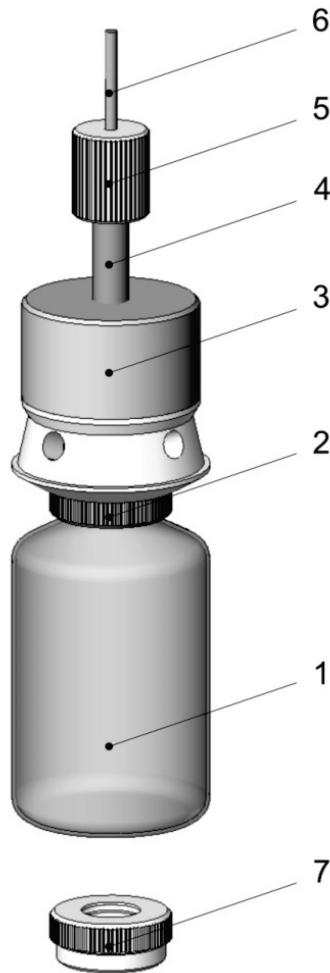

Рис. 1. Система ПЭ-1110
Система ПЭ-1110 (рис. 1) состоит из корпуса с грузом 3, ручки 4, переходного кольца для крепления полиэтиленовой бутыли 2, бутыли полиэтиленовой (или стеклянной) 1, втулки для крепления троса 5, троса капронового 6, дополнительного переходного кольца для стеклянной бутыли 7. Все детали (кроме груза, ручки и бутылей) изготовлены из фторопласта или СВМП. Ручка и груз изготовлены из нержавеющей стали.
6.1. При подготовке системы следует проверить крепление втулки с тросом к пробоотборнику (рис. 1).